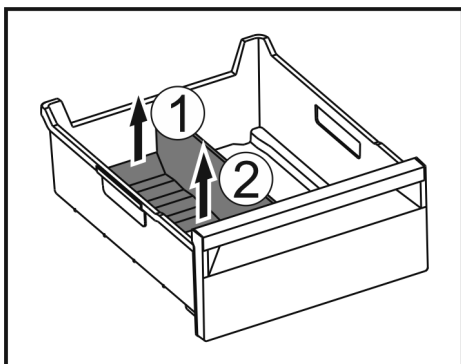

Fig. 173
- Lyft upp frysfacksdelarens bakre del. Fig. 173 (1)
- Ta ut frysfacksdelaren uppåt. Fig. 173 (2)